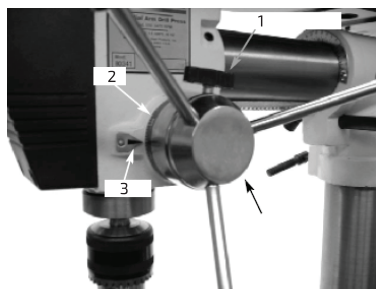

Рис. 16. Настройка глубины сверления
Ослабить зажимную рукоятку ступицы (1) и поворачивать ее до тех пор, пока требуемое значение глубины на шкале (2) не совпадет с указателем (3). Затянуть рукоятку, чтобы зафиксировать ступицу (4) в данном положении. Данная функция полезна при сверлении нескольких отверстий одинаковой глубины (рис. 16).